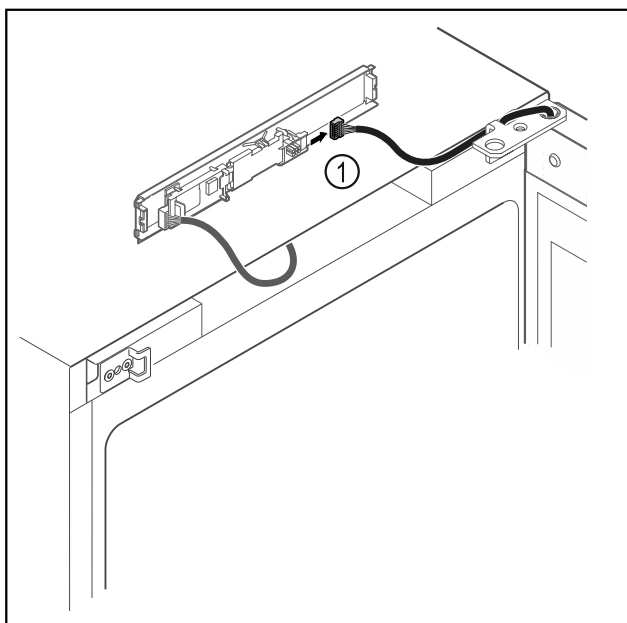

Fig. 20
- ▶ Scollegare il connettore Fig. 20 (1) dalla scheda.